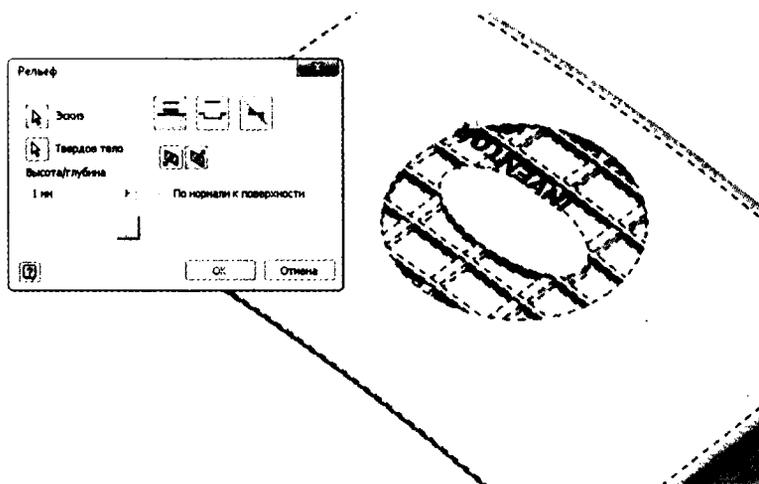

Рис. 9.12. Добавление текста на грань детали
6. Убедитесь, что индикатор направления направлен к детали (рис. 9.12). Если необходимо, измените направление. Затем нажмите **ОК**, чтобы создать элемент.